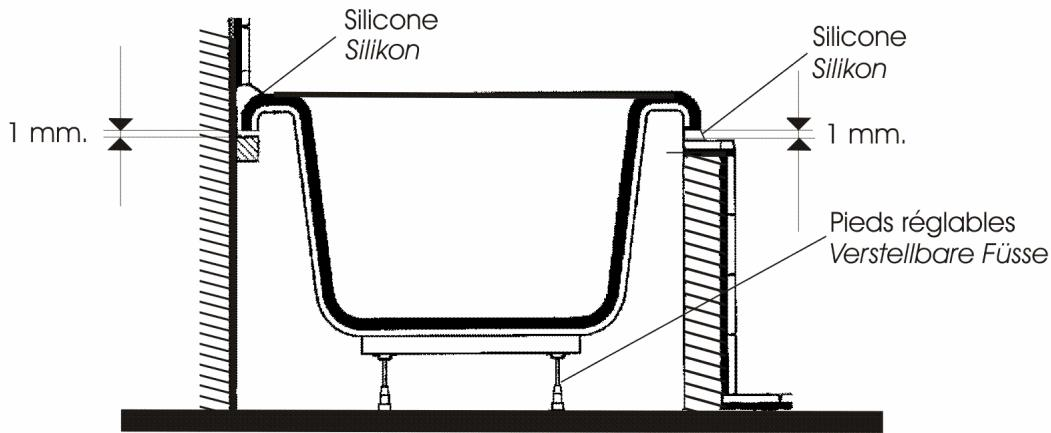

Fig. 1
- Installer des lattes ou supports contre les murs au niveau : - 1 mm. au dessous de la baignoire de façon à lui laisser du jeu (fig.1). En aucun cas, la baignoire ne doit prendre appui sur ses lattes, elle doit reposer sur ses pieds. Ceci est également valable pour le reste de l'entourage éventuellement réalisé en maçonnerie.
- Die Stützen unter der Badewanne an der Wand so fixieren, dass ein wenig Spiel bleibt , 1mm, (Fig.1).